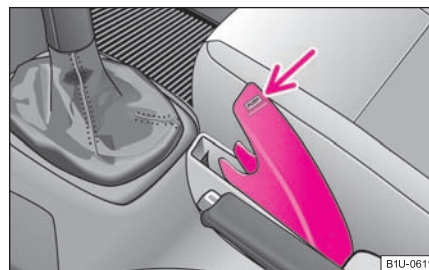

Fig. 89 Consola central: Compartimento guardagafas
- Pulse en la tapa del portaobjetos en el lugar de la flecha, el cajón se abrirá o cerrará ⇒ fig. 89.